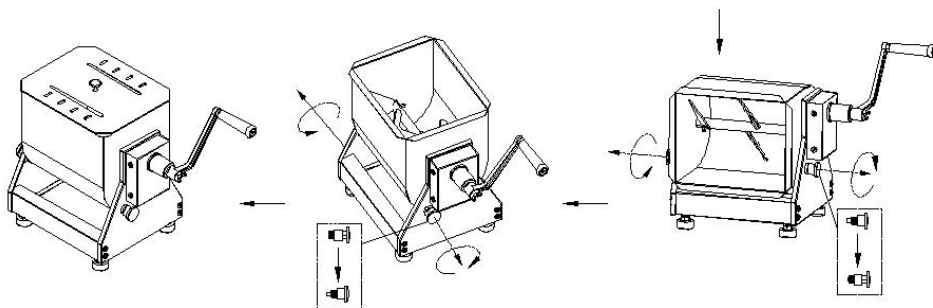

Bild1 Bild 2
1. Innan du blandar köttfärsen, öppna locket (se bild 1), lägg köttet i tanken och sätt ner locket (se bild 2), vrid sedan handtaget. När köttfärsen är jämnt fördelad, lossa fjäderstiften på vänster och höger sida som i bild 3, vrid kroppen till ett horisontellt läge och ta bort köttfärsen.